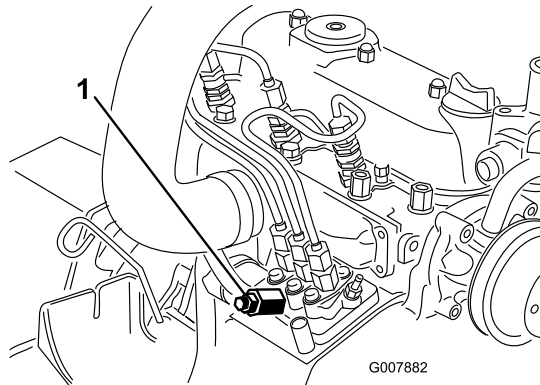

Figura 48
3. Coloque um tapete sob o parafuso de purga de ar na bomba de injeção de combustível e abra-a (Figura 48).